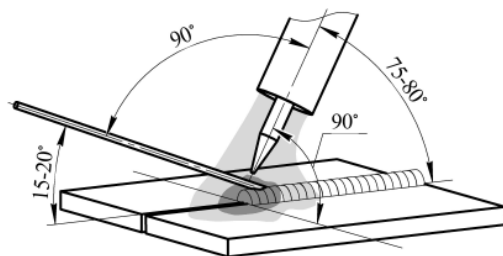

Рис. 8.3. Угол наклона горелки.
Сварку обычно выполняют справа налево. При сварке без присадочного материала электрод располагают перпендикулярно к поверхности свариваемого металла, а с присадочным материалом - под углом. Присадочный пруток перемещают впереди горелки (см. рис. 8.3).
**При аргодуговой сварке также следует не забывать про противоположный угол наклона горелки (см. рис. 8.3) - это влияет на формирование сварочного шва. Старайтесь держать горелку под углом 90° (по отношению к линии шва).**